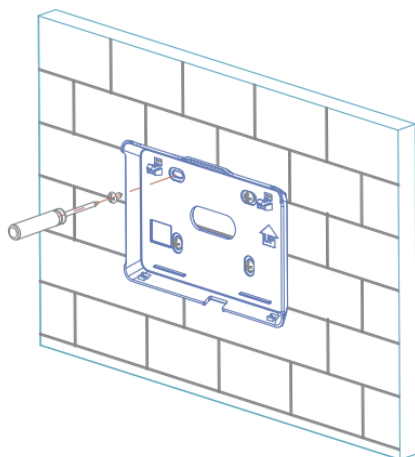

Figura 3 Fixação da tampa traseira à parede
**3.1.2 Fixe a tampa traseira à parede usando os parafusos. Consulte a Figura 3.**